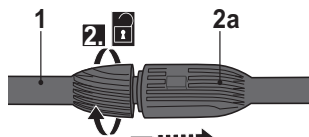

Рис. 6
> Чтобы снять патрубок высокого давления (1), прижмите его по направлению к соединительному отверстию патрубков (2а) (Рис. 6, шаг 1) и поверните против часовой стрелки (Рис. 6, шаг 2).